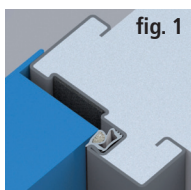

fig. 1
- applicazione delle guarnizioni di battuta FF/CR su tutto il perimetro del telaio e sul montante centrale delle porte a due ante (fig. 1 e 2)